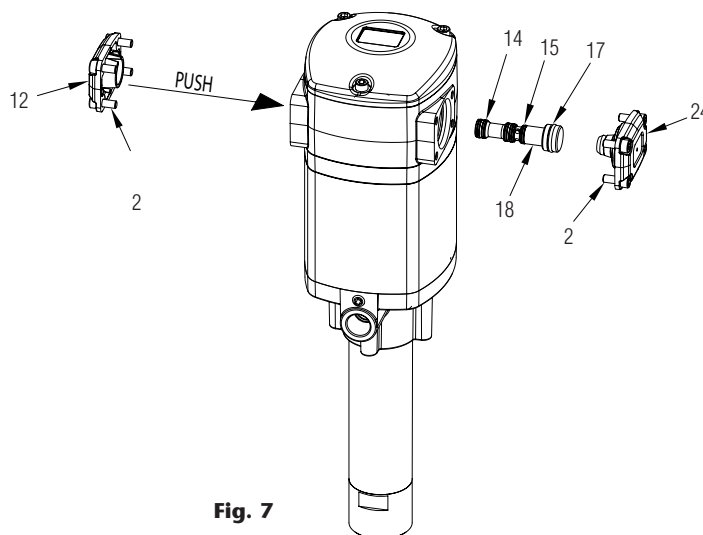

Fig. 7
1. Desenrosque los 4 tornillos (2) de la tapa (24) y retírela.
2. Desenrosque los 4 tornillos (2) de la tapa (12) y retírela.
3. Con ayuda de un útil de plástico, golpeando suavemente la corredera (18) por el lado de su menor diámetro a través del motor (fig. 7), extraer la corredera (18).
4. Sustituya las juntas de corredera 4x14, 15 y 17, o bien sustituya la corredera (18) completa con sus juntas ya instaladas de fábrica (kit 539505). Ésta es la opción recomendada para asegurar que las juntas están correctamente instaladas.